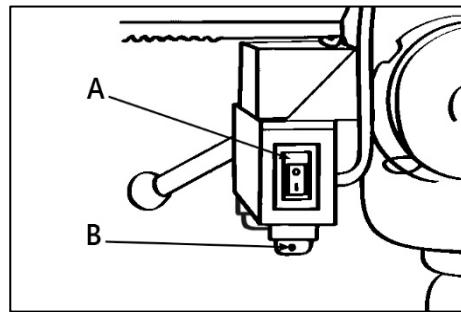

Рисунок 21.
Лазер расположен на задней части корпуса сверлильной головки. Для включения/выключения лазерного указателя, воспользуйтесь выключателем (A) (рис. 21).